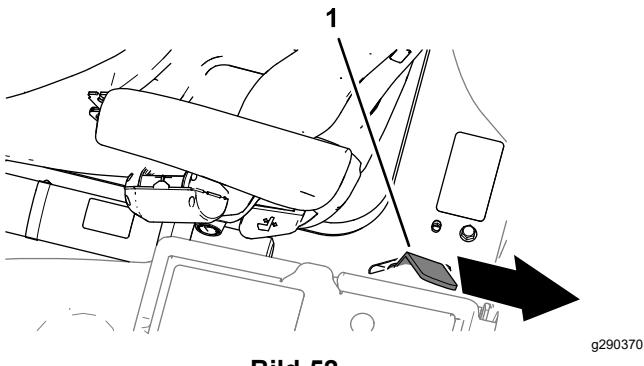

Bild 52
3. Senken Sie die Plattform vollständig ab und schieben Sie den Plattform-Riegelgriff zum Heck der Maschine, bis der Riegel ganz in der Sperrstange einrastet (Bild 52).